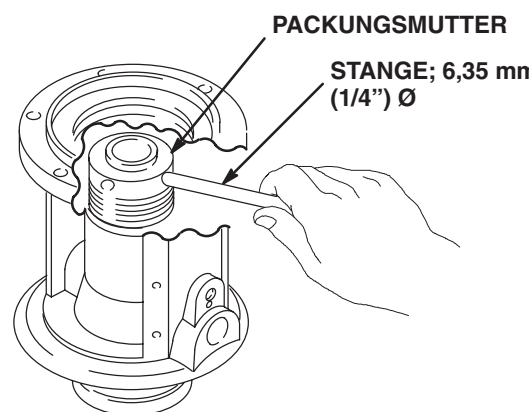

Abb. 5
4. Mit einer 6,35 mm (1/4")-Durchmesser-Stange, einem Schraubenschlüssel oder einem Drehmomentschlüssel die Packungsmutter festziehen. Die Mutter zuerst lösen, dann fest anziehen, und schließlich um eine weitere 1/2 Umdrehung festziehen. Siehe Abb. 5.